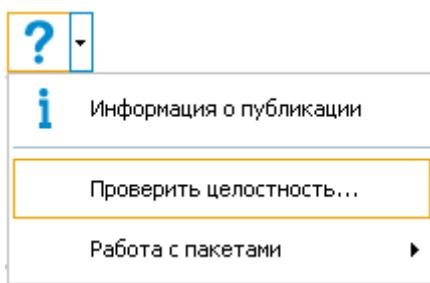
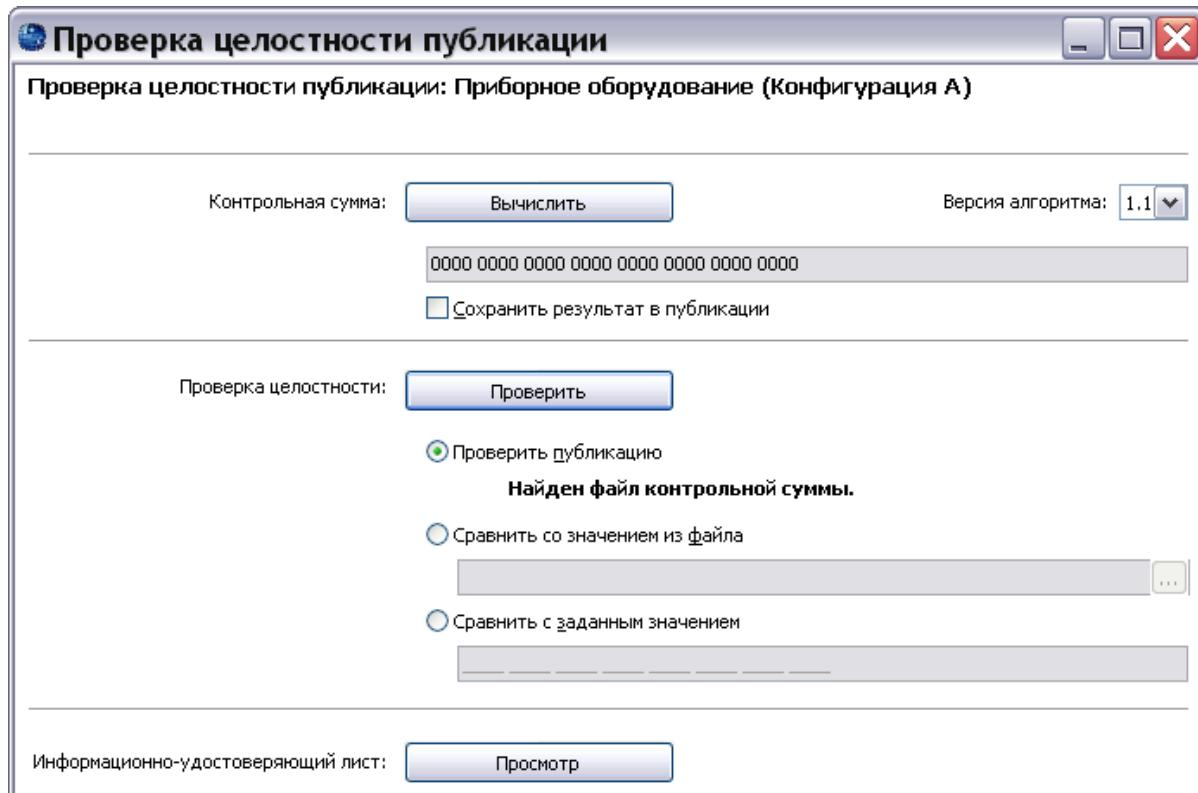

Рис. 192
Рис. 193
1. В окне TG Browser в раскрывающемся меню кнопки **Помощь**  выберите команду **Проверить целостность...** (Рис. 192). После этого появится окно **Проверка целостности публикации** (Рис. 193).